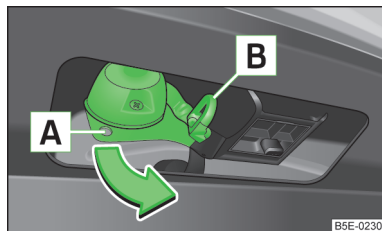

Fig. 157
- Apucați priza cu 13 pini în zona **A** și rabatați-o în afară, în sensul săgeții » fig. 157.
- Apucați priza cu 13 pini în zona **A** și rabatați-o spre interior, în sens contrar săgeții » fig. 157.
Inelul de siguranță **B** » fig. 157 servește la agățarea cablului de tractare al remorcii.